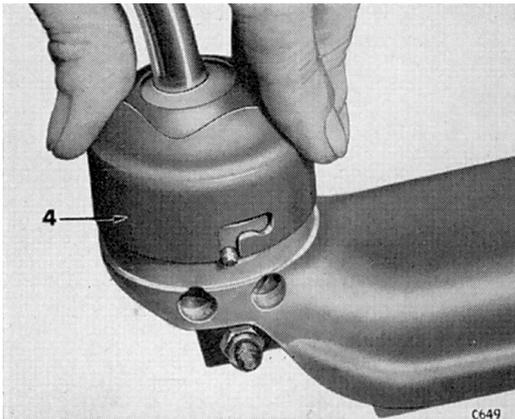

Fig. 9.
Dégager le chapeau (4) comme illustré sur la Fig. 9. Retirer de l'extension l'ensemble levier de changement de vitesse et enlever les coupelles (5) et (6) ainsi que le ressort extérieur (7).